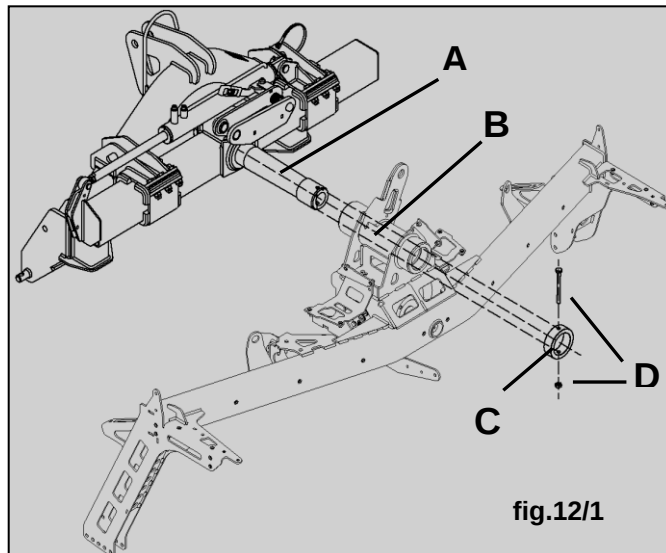

fig.12/1
12. MONTAGGIO ATTACCO A 3 PUNTI**12.1 Accoppiamento dei telai (fig.12/1)**
12.2 Accoppiamento tirante elastico (fig.12/2)
12.3 Regolare la posizione di blocco (fig.12/3)
12. 3-POINT ATTACHMENT MOUNTING**12.1 Mounting of the frames (fig.12/1)**
12.2 Mounting the elastic tie rod (fig.12/2)